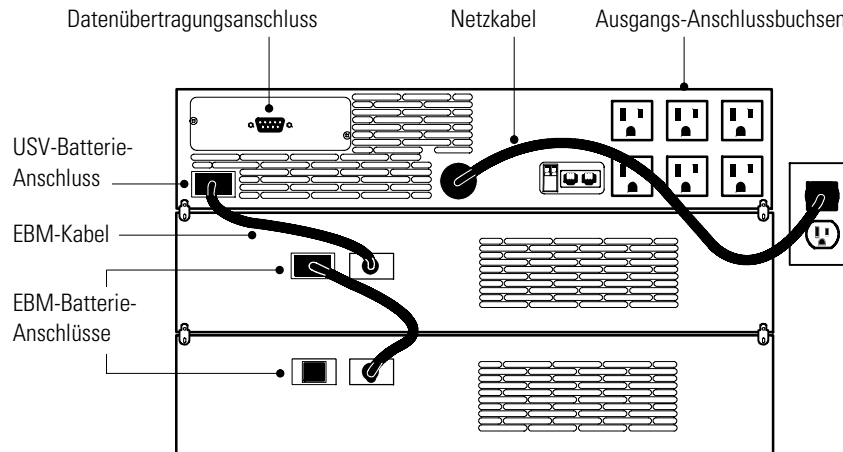

Abbildung 8. Typische USV-Installation (hier 120 V-Modell)
In den folgenden Schritten wird die Installation der USV beschrieben. Abbildung 8 zeigt lediglich eine typische Installation. Die Rückwand jedes Modells ist unter “Rückwände der USV” auf Seite 14 dargestellt.
5. Das EBM-Kabel in den Batterieanschluss in der Rückwand der USV stecken (siehe Abbildung 8).